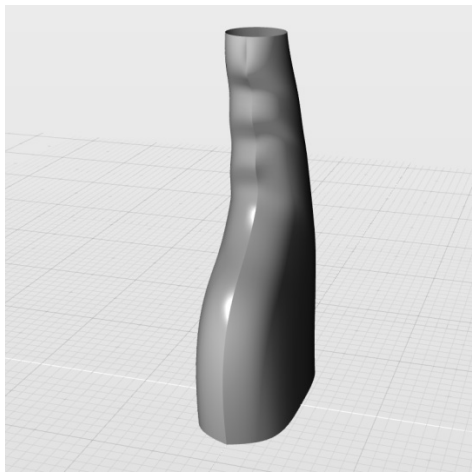

图 4-181 创建连接曲面
2) 激活“连接曲面”工具，当控制台提示“拾取曲面”时，依次选择两个曲面，获得结果如图 4-181 所示，连接处曲率依然不连续。